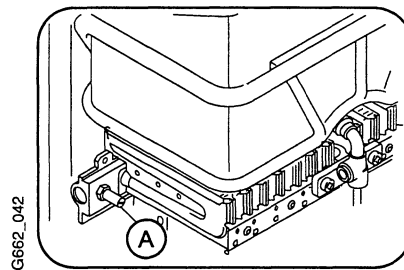

Fig. 6
Allentare la vite della presa di pressione (A) del bruciatore (fig. 6) e collegare il tubo flessibile del manometro.